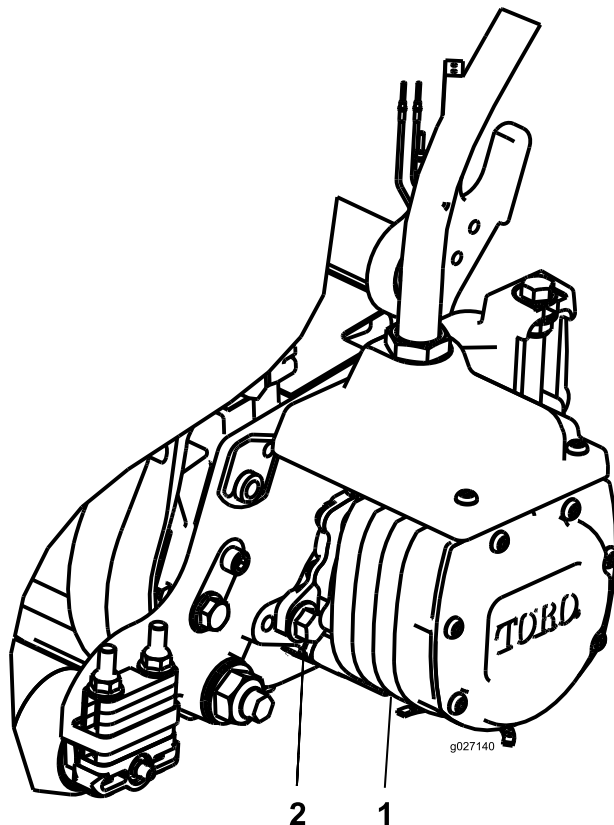

Figura 10
14. Instale o motor rodando-o no sentido dos ponteiros do relógio de forma a que as flanges do motor se afastem dos parafusos (Figura 10).